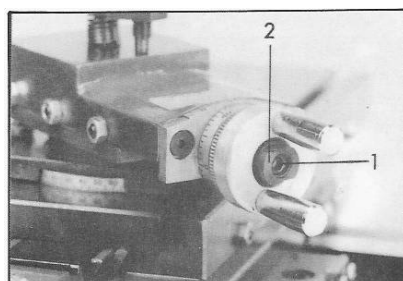

Fig 28
Desserrez la vis à têtton (1, Fig 28). Réglez l'écrou (2) jusqu'à ce que la vis n'aie plus de jeu axial. Assurez à nouveau l'écrou avec la vis à têtton.